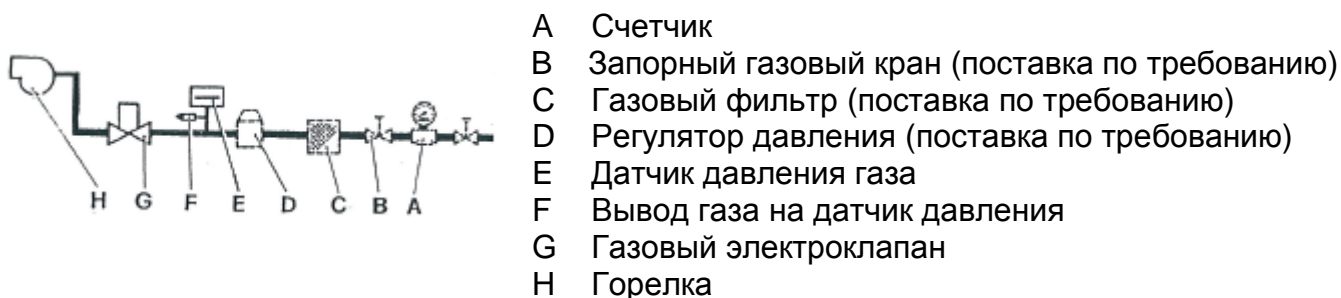
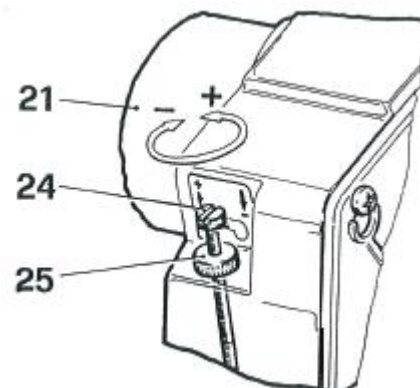

Рис. 5
Рис. 9
- форсунка (28), установленная на горелке, имеет пропускную способность, соответствующую котлу
- воздух спущен из газового трубопровода через выпускной патрубок давления (F) (Рис. 5)
- Закройте запорный газовый кран (B) (Рис. 5 на стр. 3).
- Спустите из трубопровода газ, ослабив выпускной патрубок давления (F) (Рис. 5)
- Нажмите кнопку сброса блокировки (17).
- Откройте запорный газовый кран (спустите воздух из выпускного патрубка давления (F) (Рис. 5).
- После включения горелки отрегулируйте расход газа регулятором (см Рис. 13) и количество поступающего воздуха поворотом винта (24) (Рис. 9).
- Следите за расходом газа по счетчику (А) (Рис. 5) газовой компании.